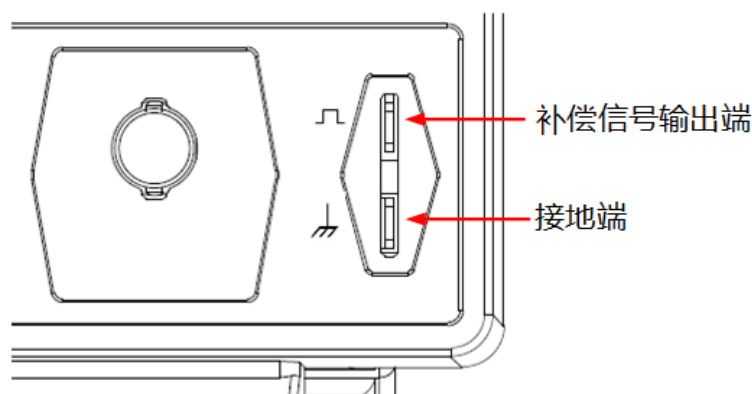

图 4.7 补偿信号
2. 将探头的接地鳄鱼夹连接至 图 4.7 所示的“接地端”。
3. 使用探头连接示波器的通道 1 (CH1) 输入端和 图 4.7 所示的“补偿信号输出端”。